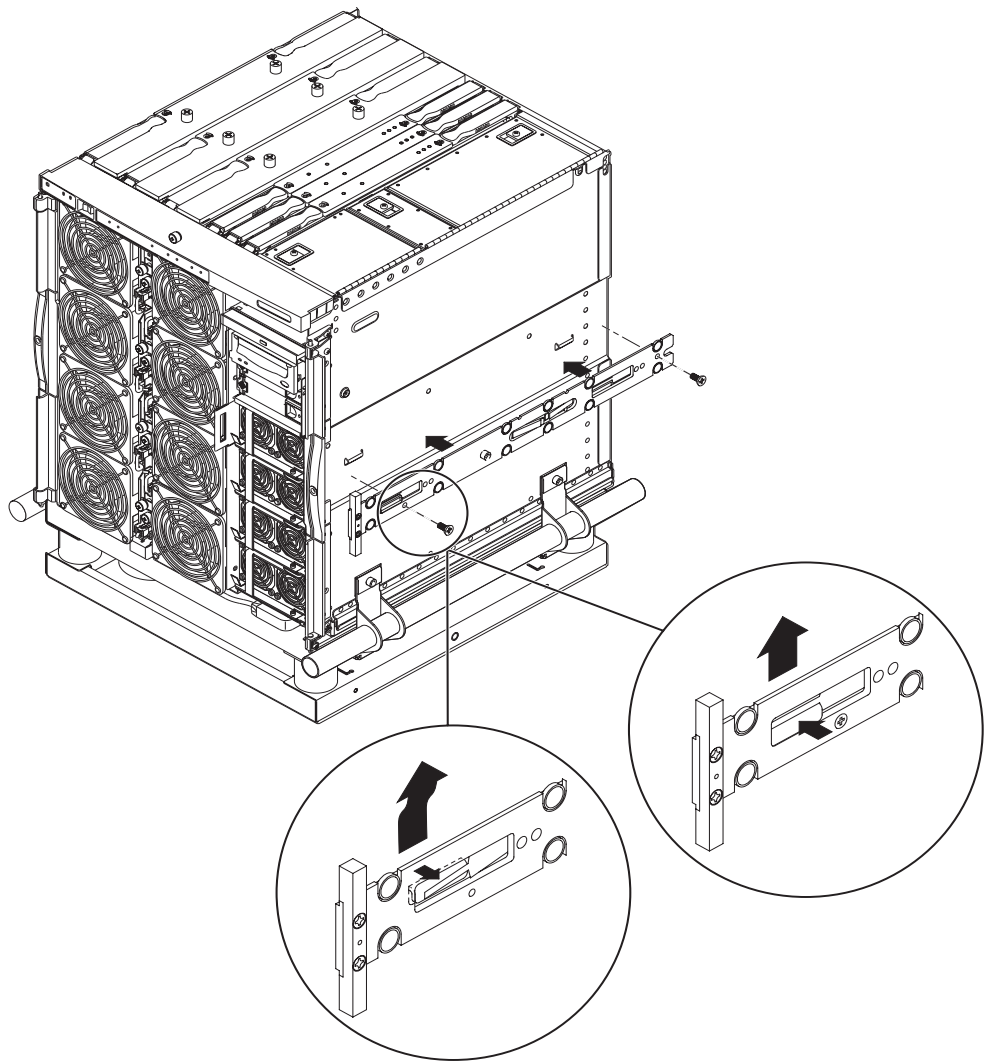

FIGURE 1-3 Clips à ressort et ouvertures
2. Tirez sur la glissière intérieure vers le haut de sorte que l'onglet de placement, situé sur le côté du système, rentre dans les orifices de la glissière (FIGURE 1-3).